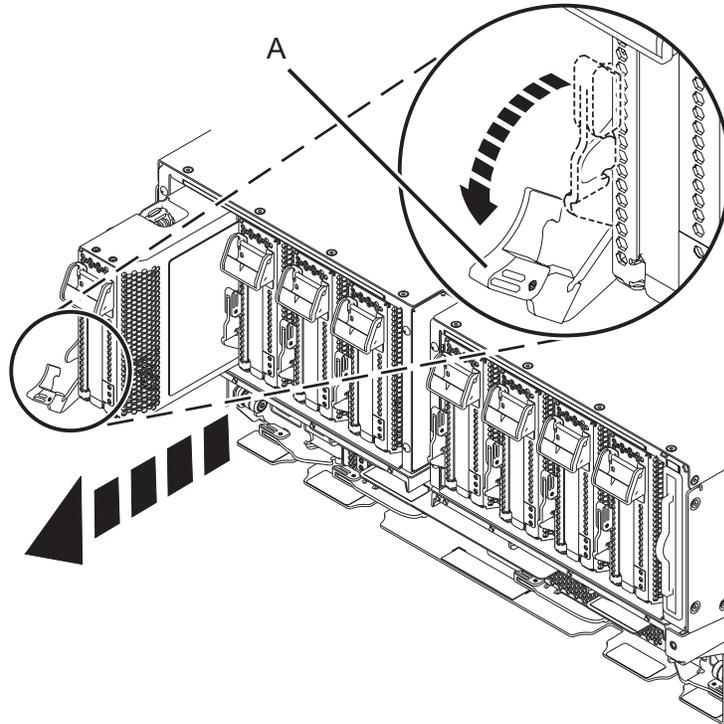

Abbildung 14. PCIe-Adapterkassette aus dem System ausbauen
- b. Drehen Sie den terrakottafarbenen Kassettengriff (**A**) in die in Abb. 14 auf Seite 16 dargestellte Richtung und drücken Sie den Griff (**A**) nach unten, um die Kassette aus den Anschlüssen des Steckplatzes zu lösen.